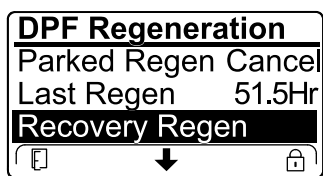

Figura 48
- Si el ordenador del motor no ha solicitado una regeneración de recuperación y se desplaza hasta la opción RECOVERY REGEN (Regeneración de recuperación), la regeneración de recuperación se bloquea y aparece el icono del candado (Figura 48) en la esquina inferior derecha del InfoCenter.